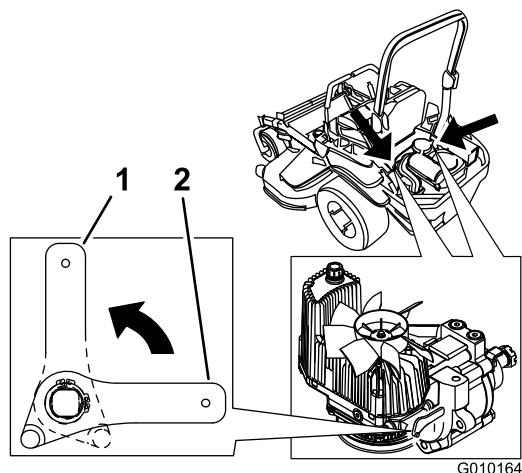

Figura 36
2. Ruotate verticalmente le leve delle valvole di rilascio per spingere le macchinine. L'olio idraulico bypassa quindi la pompa, consentendo alle ruote di girare (Figura 36).
4. Ruotate orizzontalmente le leve delle valvole di rilascio per guidare le macchinine (Figura 36).